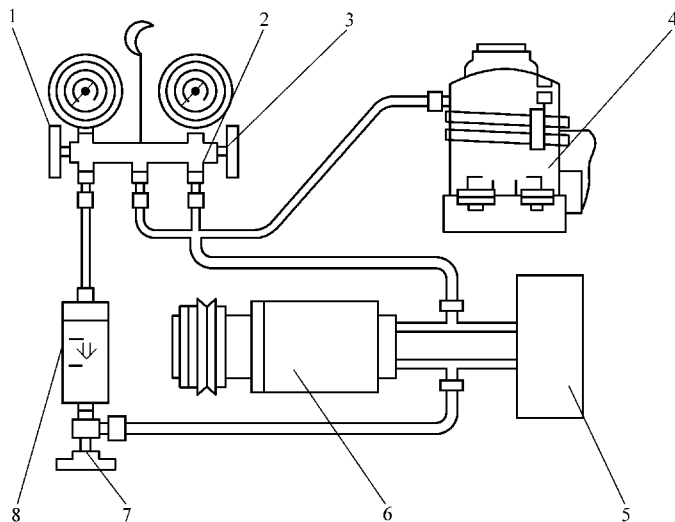

图 22-2 真空吸入法添加冷冻机油
(1) 使用注油器添加冷冻机油 添加冷冻机油可在抽真空后进行, 方法如图 22-2 所示, 操作步骤如下: